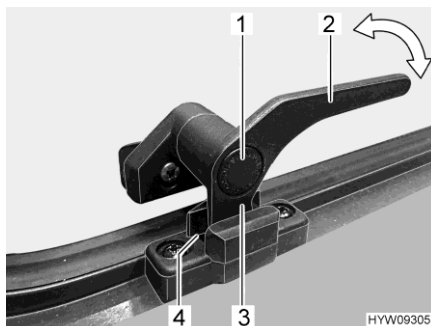

Fig. 59 Palanca de bloqueo (posición de "ventilación continua")
- En la posición "ventilación continua" (Fig. 59)
- Presionar el botón de seguridad (Fig. 59,1) y mantenerlo pulsado.
- Girar la palanca de bloqueo (Fig. 59,3) un cuarto de vuelta hacia la mitad de la ventana.
- Girar de nuevo hacia atrás la palanca de bloqueo. El saliente de bloqueo (Fig. 59,3) de la palanca de bloqueo se ha de introducir para ello en el rebaje del bloqueo de la ventana (Fig. 59,4).
- Soltar el botón de seguridad (Fig. 59,1).